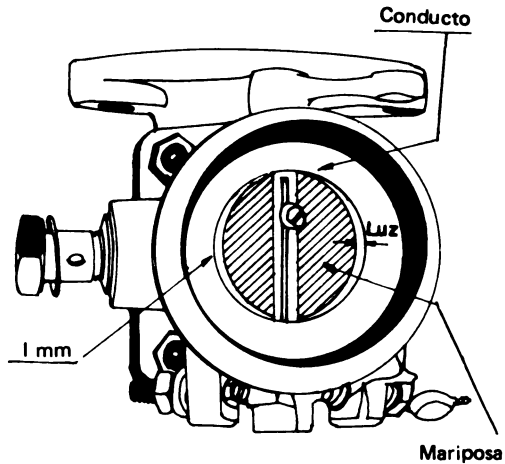

Fig. 18. Se deja una luz de 1 mm entre la mariposa del acelerador y el conducto interno del carburador.
16) Ajuste el tornillo de mínima de la mariposa del acelerador hasta que esta última deje una luz de 2 mm con el conducto interno del aire (Fig. 18).